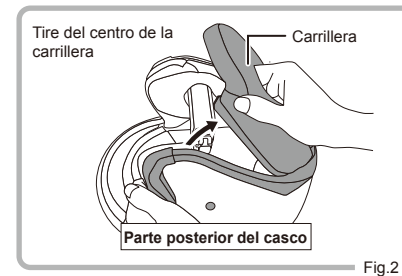

Fig.2
② Sujete firmemente el centro de la carrillera y tire de ella para quitarla (Fig. 2).
- 2 Desabroche los dos broches de presión de la parte posterior del casco y entonces se puede quitar completamente el acolchado interior. (Fig. 2)
- 2 En segundo lugar, empuje en cada uno de tres broches en el lado del casco como en la Fig. 2